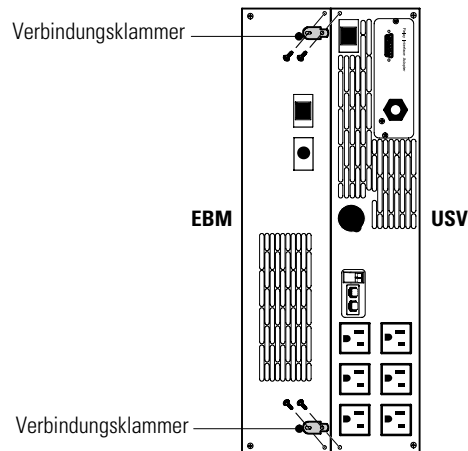

Abbildung 9. Einbau der EBM Verbindungskammern
7. Die Schrauben der aneinanderliegenden Ecken aus der Rückwand herausdrehen, wie in Abbildung 9 dargestellt ist, um die Verbindungsklammern einzubauen.